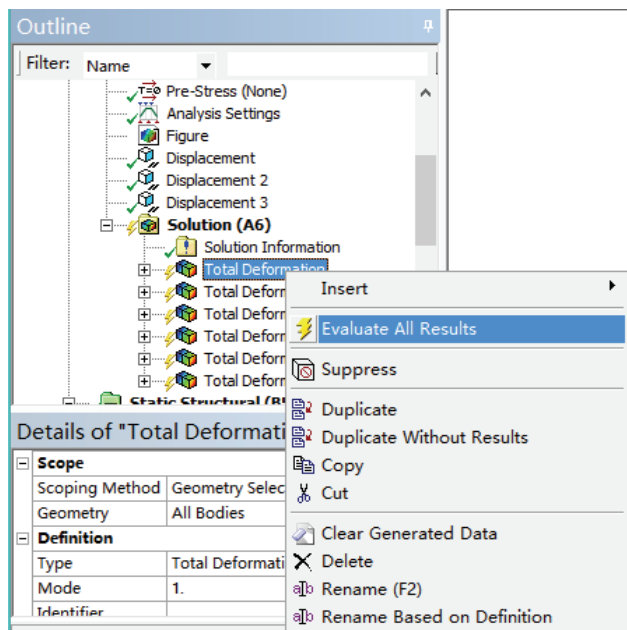
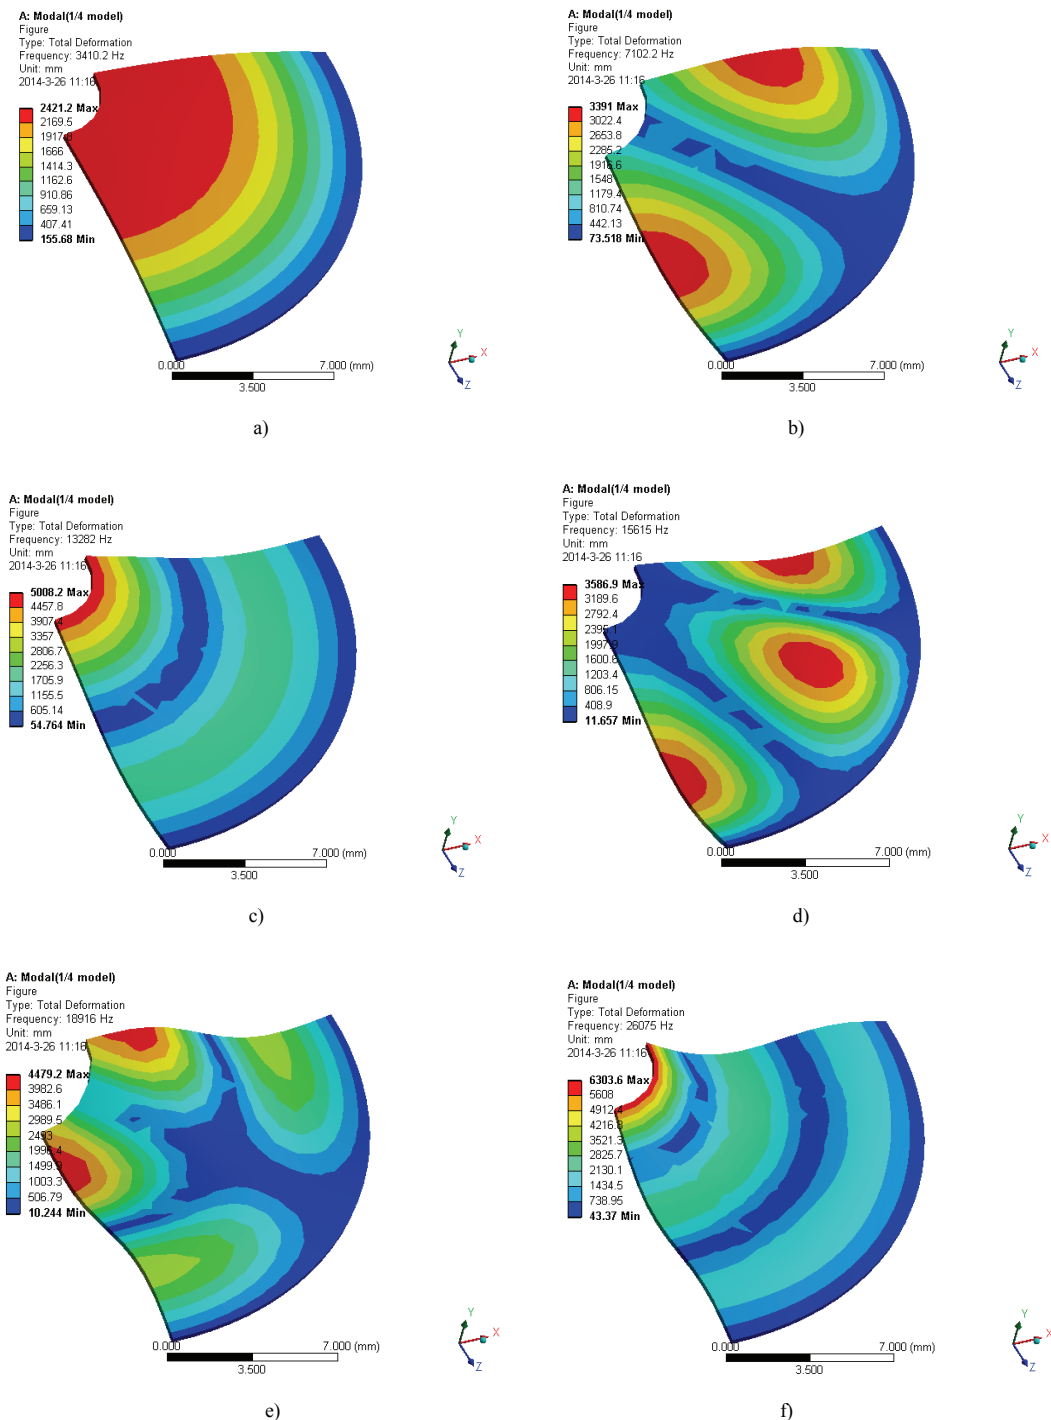

图 10-12 求解变形图
图 10-13 模态变形图
5) 在 Outline 树结构图中的 Total Deformation 上单击右键, 在弹出的快捷菜单中选择 Evaluate All Results, 如图 10-12 所示, 此时进行求解, 求解后得到的图形如图 10-13 所示。